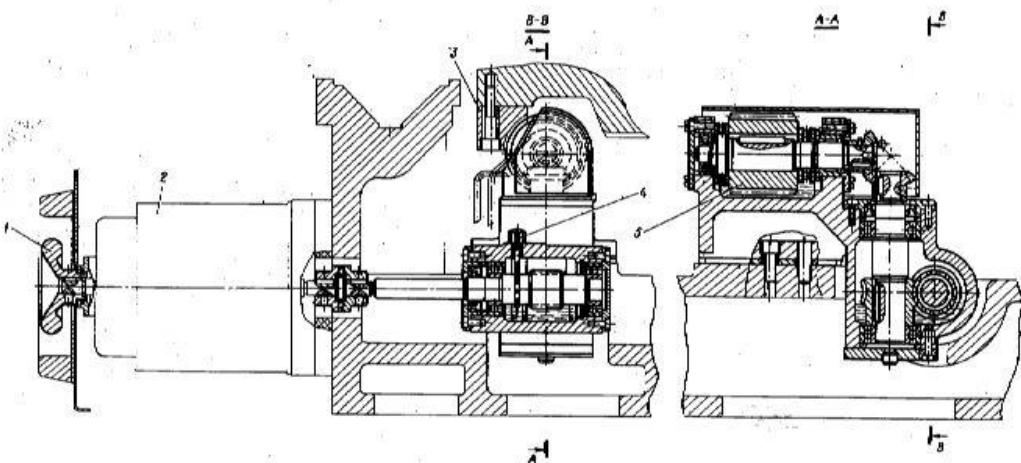
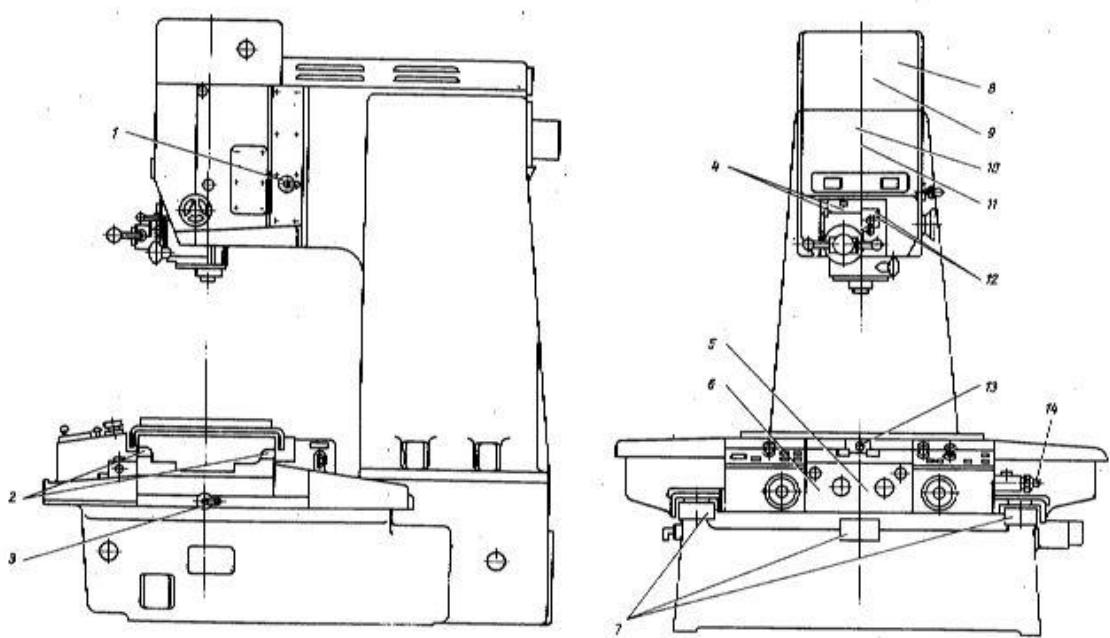

Рис.17. Привод перемещения салазок и стола
Рис.25. Карта смазки
Привод перемещения стола (салазок) осуществляется от регулируемых электродвигателей постоянного тока 2 (рис. 17), которые допускают регулирование скорости перемещения в широком диапазоне, благодаря чему представляется возможным применять скорости, необходимые для фрезерования плоскостей, а также осуществлять ускоренное перемещение при установке координат.
Механизм привода представляет собой двухступенчатый редуктор (червячная пара и пара конических колес) в винт 5 (рис. 17), работающий с рейкой 3, закрепленной на столе (для перемещения стола) и рейкой 5 (см. рис. 15), закрепленной на станине (для перемещения салазок).
Электродвигатели редукторов расположены на передней стекле салазок. Валики с маховиками 1 (рис. 17) для ручного перемещения стола и салазок выведены вперед, к пульту управления.
- вынуть шунт 4 (рис.17) из корпуса редуктора и залить масло. Коническая и винтовая пара смазывается периодически от хабрикатора 3 (рис.25).
Направляющие и все остальные места обязательно проверить и смазать, руководствуясь указаниями о смазке (см. раздел УЧ, рис.25).